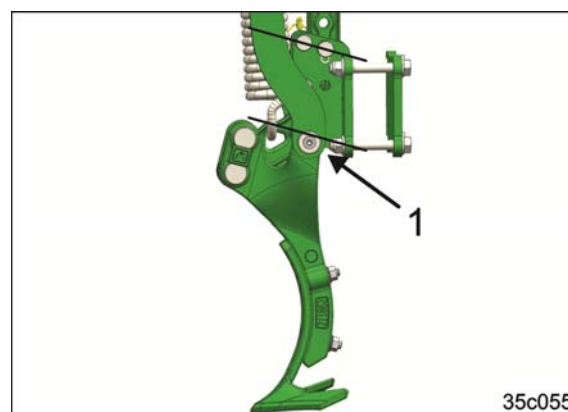

Рис. 125
- Повернув крепление следорыхлителей трактора (Рис. 125/1), можно уменьшить рабочую глубину.